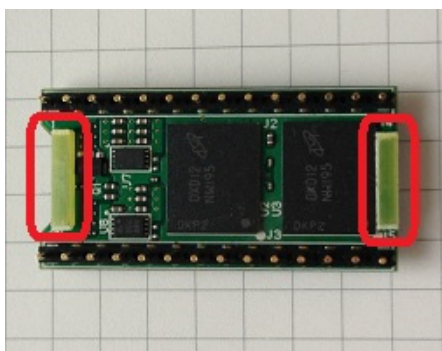

図 10.1. uSDCONF2A Bottom View
- ・ しかしながら、図 10.1.のように、モジュールの裏側は高密度にチップ部品を実装しており、取扱いに注意して取り外さないと不用意に部品を押しつぶしたり、パターンを剥離してしまいかねません。